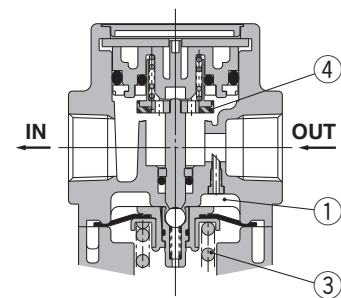

图 2 逆流时
如果入口压力隔断后排气，单向阀②打开，隔膜室内①的压力从入口侧排放(图2)。因此，隔膜室内①的压力降低，调压弹簧③产生力量，隔膜上移，通过阀杆打开阀④，出口压力向入口侧排放(图2)。